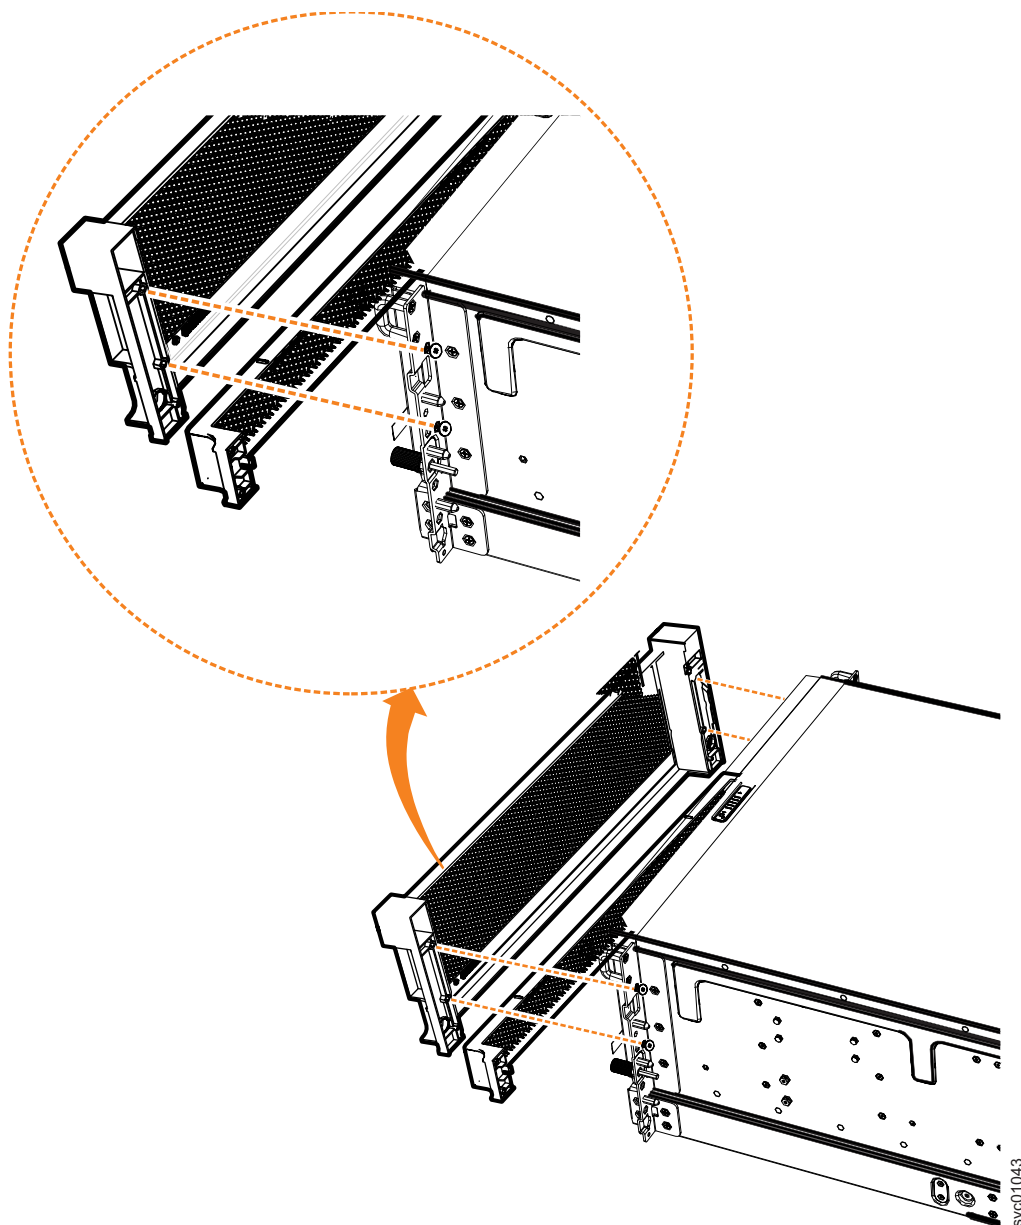

Figura 96. Remova os componentes de fachada do gabinete de expansão
2. Remova a fachada frontal removendo os dois parafusos que conectam a fachada ao flange em cada lado do chassi, conforme mostrado em Figura 96 na página 103.
3. Puxe com cuidado cada lado da fachada de PSU para removê-la do chassi, conforme mostrado em Figura 96. A fachada da PSU se desencaixa do slot e do pino que a conectam a cada lado do chassi.